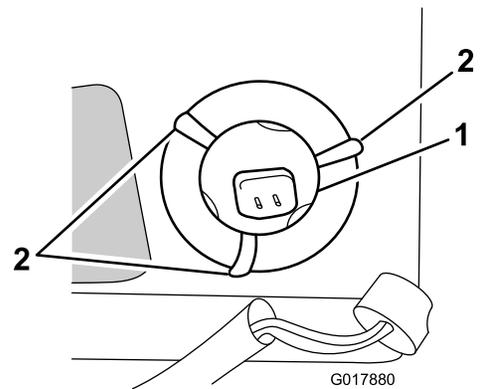

Figure 32
7. Pliez les ergots métalliques de la gaine en métal (qui maintiennent l'ampoule en place) sur le côté ; voir Figure 32.